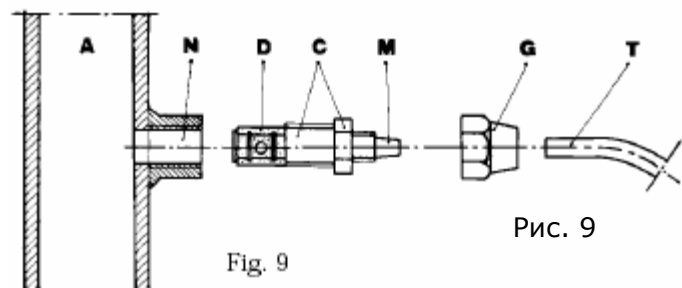

Рис. 9
ж – Выберите наиболее подходящее место для врезки в систему и установите в нем стальной коннектор с наружной резьбой 3/8". Данный коннектор не входит в комплект поставки насоса. Вкрутите в этот коннектор инжектор, как показано на рис. 9. Затем подсоедините шланг сброса к инжектору и закрутите гайку G. В данной ситуации инжектор также выполняет функцию невозвратного клапана.
3.1. Схема установки инжектора Рис.9
- N – Коннектор 3/8" (H)